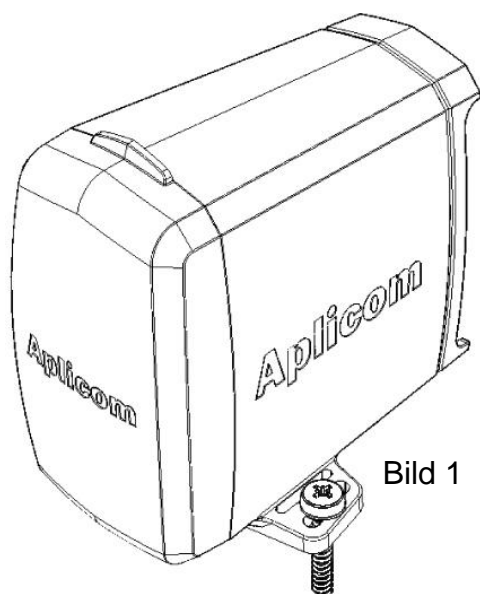

Bild 1
1. Mittels der Schrauben, durch die äußeren Befestigungsöffnungen (Bild 1)